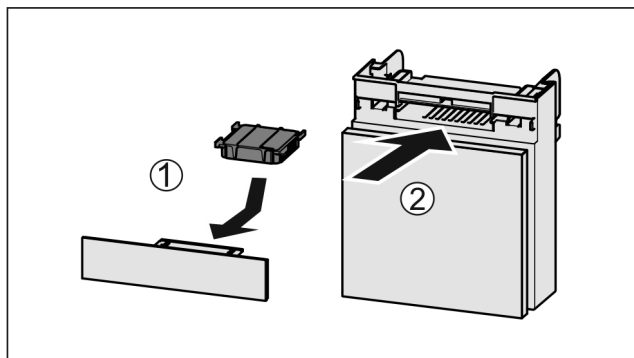

Fig. 198
- ▶ 按图装入 Fig. 198 (1) 活性炭过滤器。
- ▶ 推入 Fig. 198 (2) 抽屉。